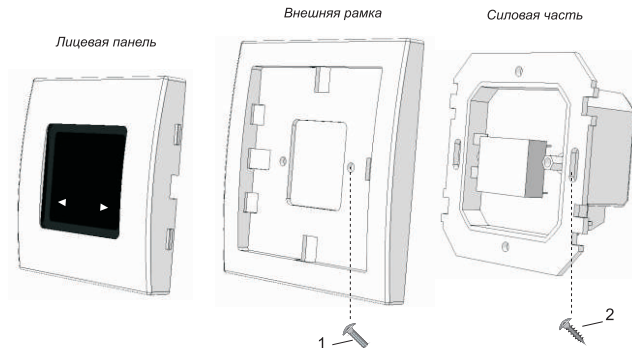
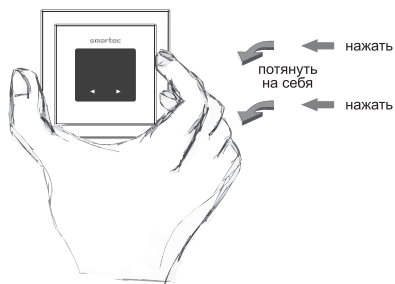

Рис.3 Устройство терморегулятора
Рис.4 Снятие лицевой панели
5.2.2.2 Снимите лицевую панель (рис. 3). Для этого нажмите на одну или обе боковые грани и потяните панель на себя (рис. 4). Во избежание повреждения корпуса при снятии лицевой панели не используйте вспомогательные средства (инструменты).
5.2.2.6 Установите и закрепите терморегулятор в монтажной коробке при помощи саморезов (2) (рис. 3).